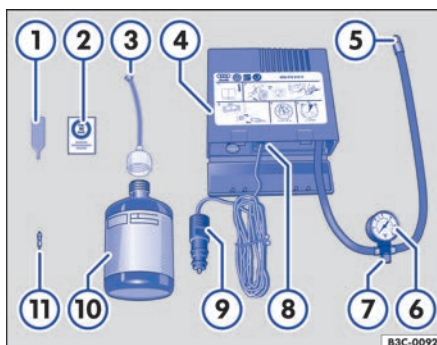

Fig. 300 Representación esquemática: componentes del kit reparapinchazos.
El kit reparapinchazos pueden ir alojado en diferentes lugares dentro del vehículo como, p. ej., en el maletero debajo del piso o en uno de los portaobjetos laterales. Se compone de los siguientes elementos → fig. 300:
12. Pegue el adhesivo → fig. 300 ② del kit reparapinchazos en el tablero de instrumentos dentro del campo de visión del conductor.
- Desenrosque el obús de la válvula con el desmontaobuses → fig. 300 ① y deposítelo sobre una superficie limpia.
- Agite enérgicamente la botella de sellante → fig. 300 ⑩ unas cuantas veces.
- Enrosque fijamente el tubo de llenado → fig. 300 ③ en la botella de sellante en el sentido de las agujas del reloj. El precinto de la boca de la botella se perfora automáticamente.
- Retire el tapón del tubo de llenado → fig. 300 ③ e introduzca el extremo abierto en la válvula del neumático por completo.
- Enrosque nuevamente el obús en la válvula del neumático con ayuda del desmontaobuses → fig. 300 ①.
- Enrosque fijamente el tubo de inflado → fig. 300 ⑤ del compresor de aire en la válvula del neumático.
- Compruebe que el tornillo de descarga de aire → fig. 300 ⑦ esté enroscado.
- Enchufe el conector → fig. 300 ⑨ en una toma de corriente de 12 voltios del vehículo → pág. 197.
- Encienda el compresor de aire con el conmutador de encendido y apagado → fig. 300 ⑧.
Vuelva a enroscar el tubo de inflado → fig. 300 ⑤ y compruebe la presión de inflado del neumático en el indicador → fig. 300 ⑥.